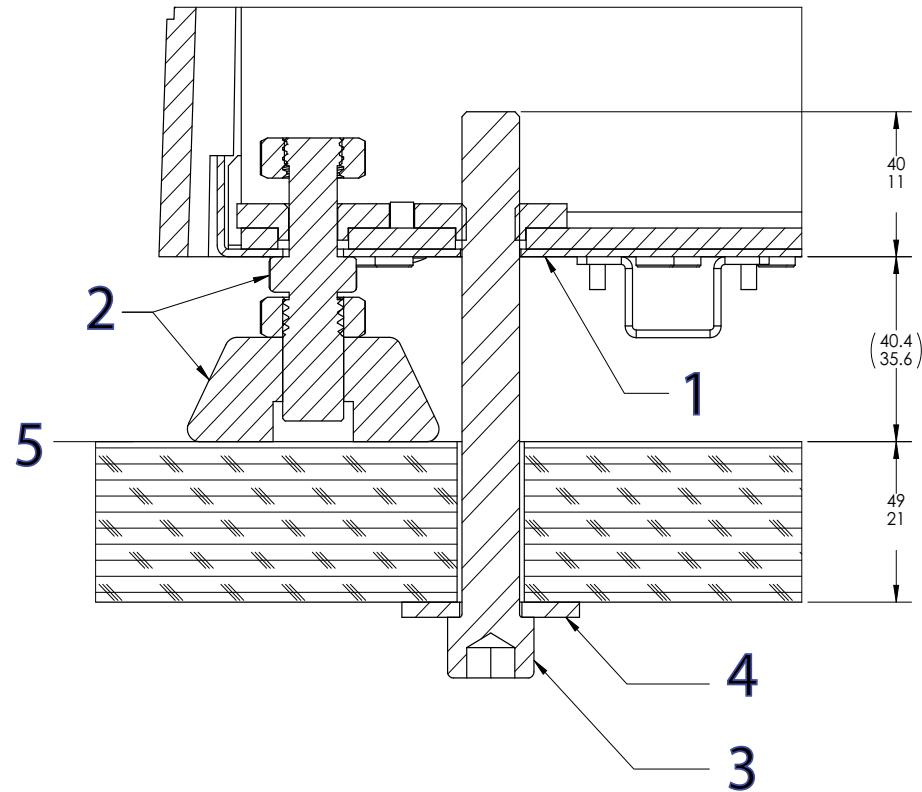

Figura 13. Fissare il telaio al tavolo
Legenda per Figura 13
3. Installare ogni bullone e rondella sovradianimensionata come mostrato nella Figura 13 a pagina 62.